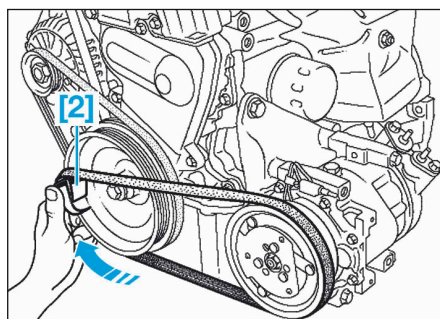

FIG.6
- Mettre en place la courroie et faire glisser l'outil [2] à la main dans le sens horaire d'environ 90° (Fig.6).